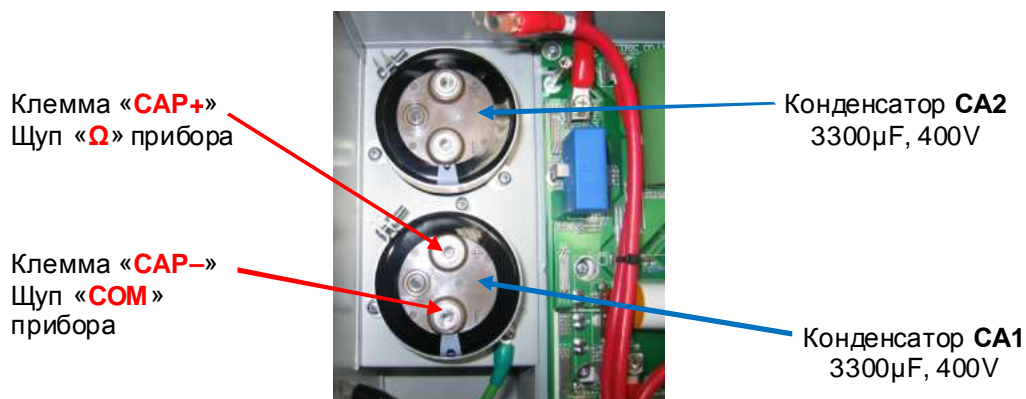

Рис.4.7
- 4.11.13. Подключить щупы мультиметра к клеммам «+» и « — » конденсатора **CA1** (рис.4.7) и произвести измерение его ёмкости. Измерение проводить в течении времени не менее 5 секунд. Показание прибора должно быть в пределах **(2,8÷3,4) мF (мили Фарады)** и не меняться во времени.